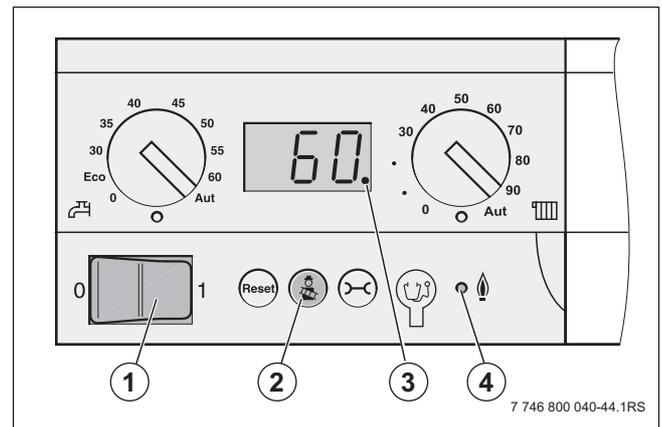

Bild 67 Bedienfeld der Bedieneinheit
- ▶ Ein/Aus-Schalter (→ Bild 67, [1], Seite 33) am Bedienfeld der Bedieneinheit auf „0“ (Aus) stellen.